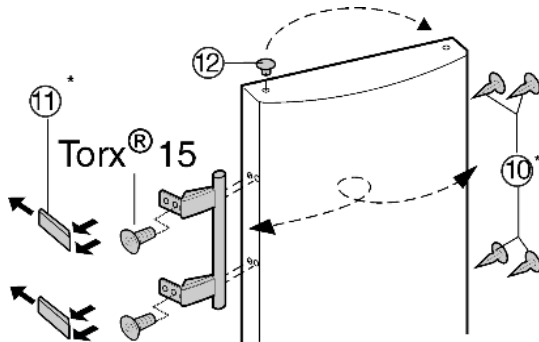

Fig. 8
- ▶ Enlever le bouchon Fig. 8 (12) du coussinet de la porte et le permuter de l'autre côté.
- ▶ Démonter la poignée de porte, le bouchon Fig. 8 (10) et les plaques d'appui Fig. 8 (11) puis les repositionner sur le côté opposé.